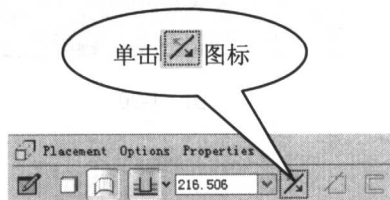

图 1-17
- (13) 如果需要在基准平面的另一侧来创建拉伸曲面,可以在操控面板中单击  图标,如图 1-17 所示。